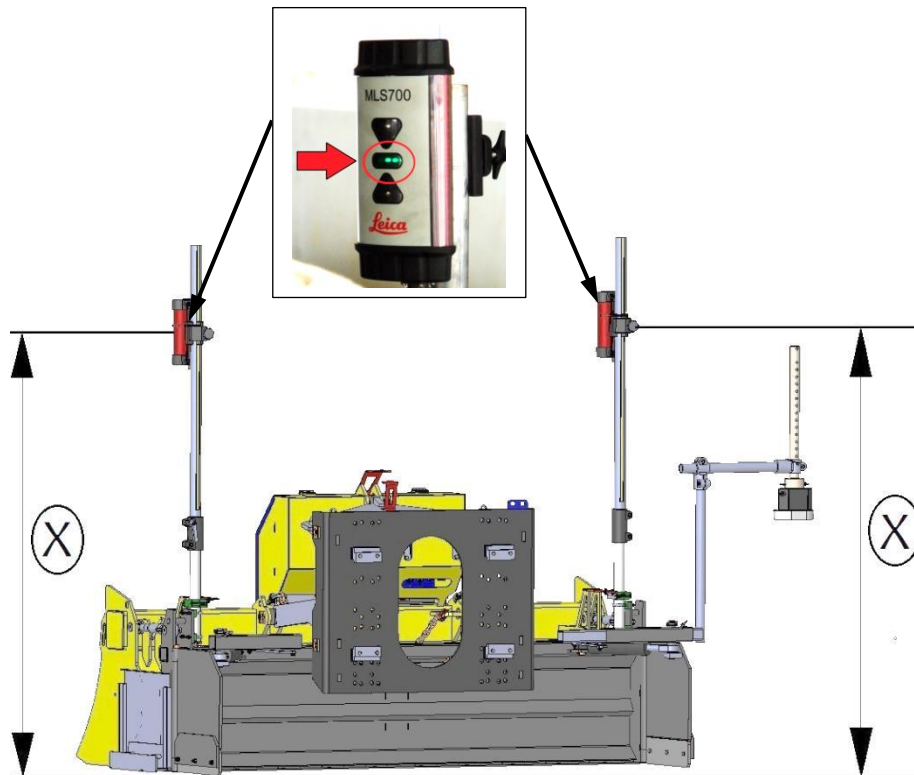

Рисунок 12
- Также оба лазерных приемника на устройстве LEVELKING LK нужно настроить на одинаковую высоту «X» (рисунок 12).
- Если высота установки совпадает с высотой лазерного передатчика, светодиоды на лазерных приемниках горят зеленые светодиоды (см. миниатюрное изображение на рисунок 12).